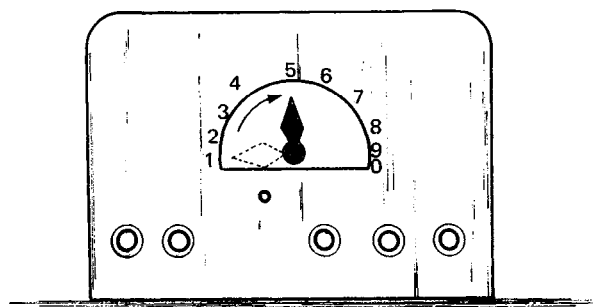

Figura 3.11
- a) Ajuste la velocidad de alimentación del alambre en el rango intermedio (Figura 3.11).